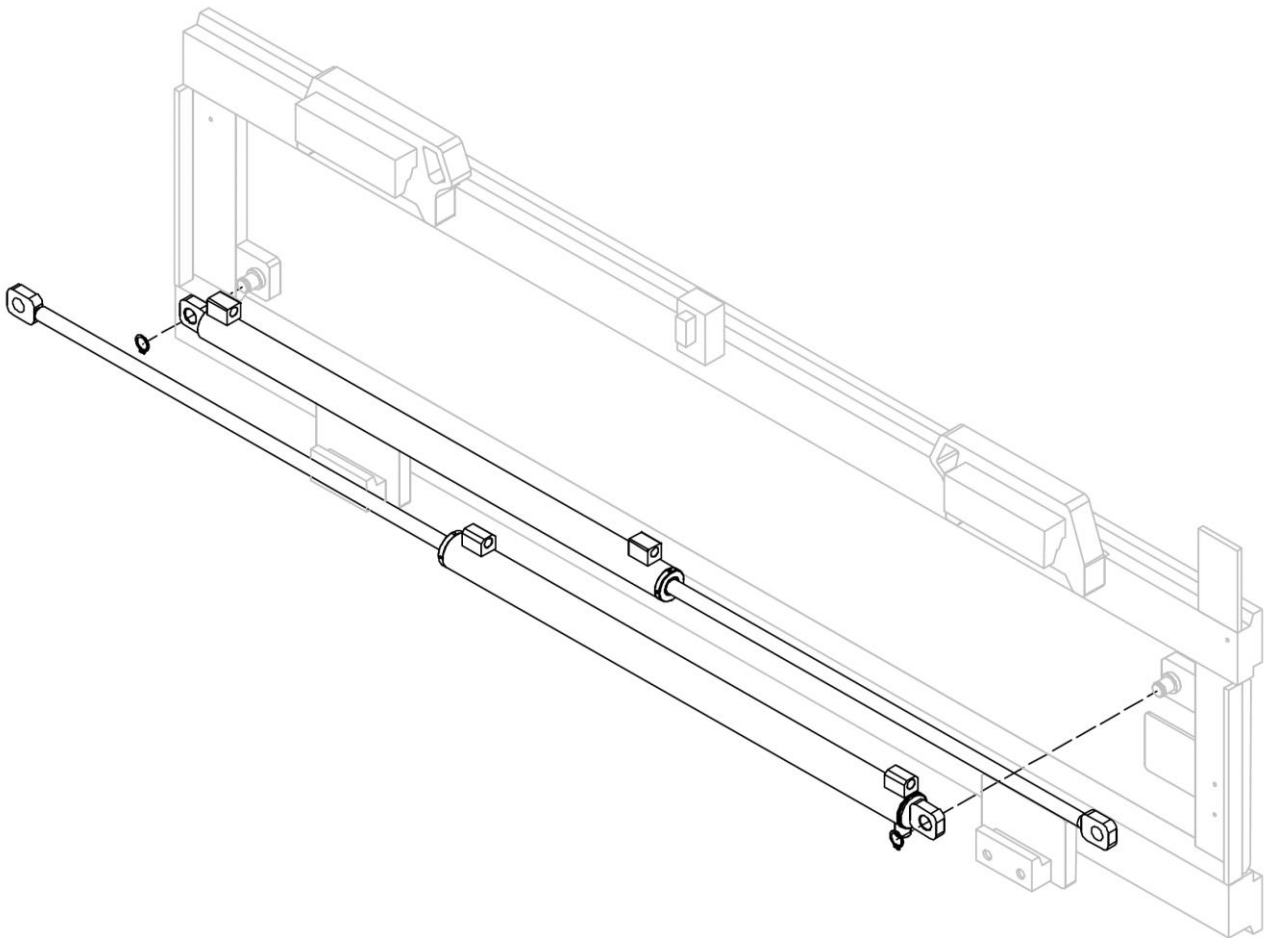

Figura 18
4. Retirare los cilindros de sus asientos, después de haber quitado los correspondientes anillos elásticos (mira *Figura 18*).